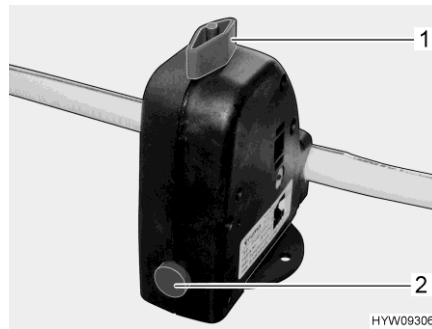

Bild 89 Säkerhets-/avtappningsventil (varmvattenberedare)
Varmvattenberedaren är utrustad med en säkerhets-/avtappningsventil (Bild 89). Säkerhets-/avtappningsventilen gör så att vattnet i varmvattenberedaren inte kallnar när det är frost och värmen inte är påslagen.
- Stäng säkerhets-/avtappningsventilen. Ställ vredet (Bild 89,1) diagonalt mot säkerhets-/avtappningsventilen och tryck in tryckknappen (Bild 89,2).
- Öppna säkerhets-/avtappningsventil. Vrid då vredet (Bild 89,1) mot säkerhets-/avtappningsventilen. Tryckknappen (Bild 89,2) skjuts ut. Nu töms varmvattenberedaren via säkerhets-/avtappningsventilen utomhus.